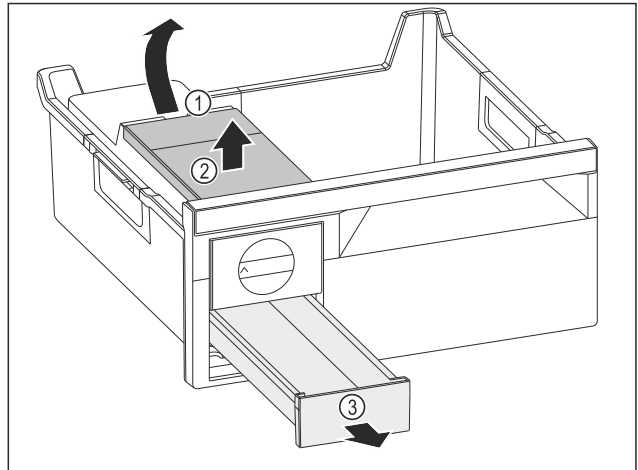

Fig. 241
- Heqja e depozitës së ujit: Ngrini lart depozitën e ujit duke e kapur nga foleja Fig. 241 (1).
- Hiqni depozitën e ujit Fig. 241 (2) për nga lart.
- Hiqni sirtarin e kubave të akullit Fig. 241 (3) nga përpara.